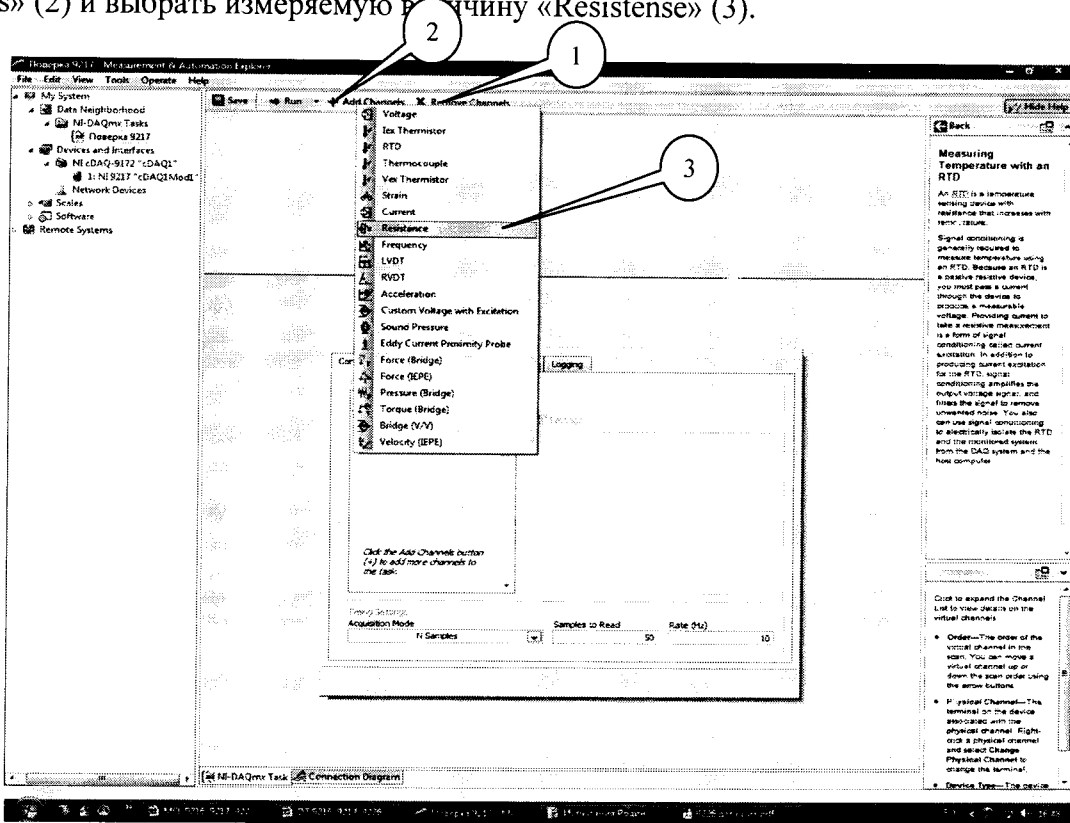

Рисунок 10
7.4.1В диалоговом окне (рисунок 10) удалить каналы измерений температуры нажатием кнопки «Remote Channels» (1). В окне настроек каналов нажать кнопку каналов «Add Channels» (2) и выбрать измеряемую величину «Resistense» (3).